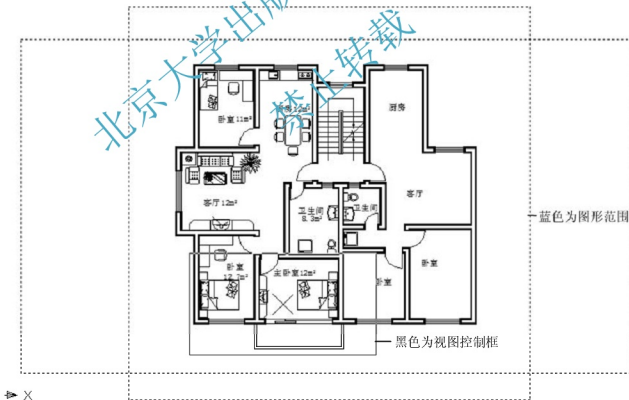

图 1.16 动态缩放的显示
(1) 在命令行输入“Z”后按 Enter 键，然后输入“D”后按 Enter 键，启动【动态缩放】命令，此时显示如图 1.16 所示的蓝色的图形范围、绿色的当前视图所占的区域和黑色的视图控制框。移动光标，黑色的视图控制框会随着光标的移动而移动。